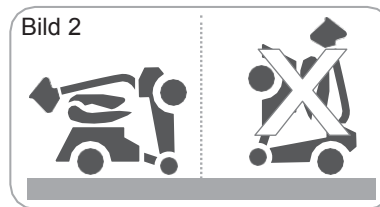

Bild 2
- Vid ihop-/uppfällning måste du placera och lägga ner scootern på ett plant underlag (bild 2).